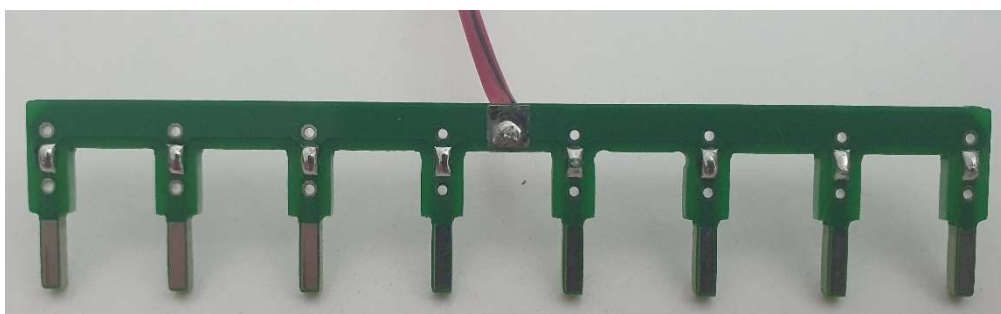

Figura 22 - Aspeto Final da Placa de Shunt
3. Após realizados os passos anteriores, as placas deverão ficar com um aspeto semelhante à Figura 22, sendo que neste caso não se utilizaram fusíveis.